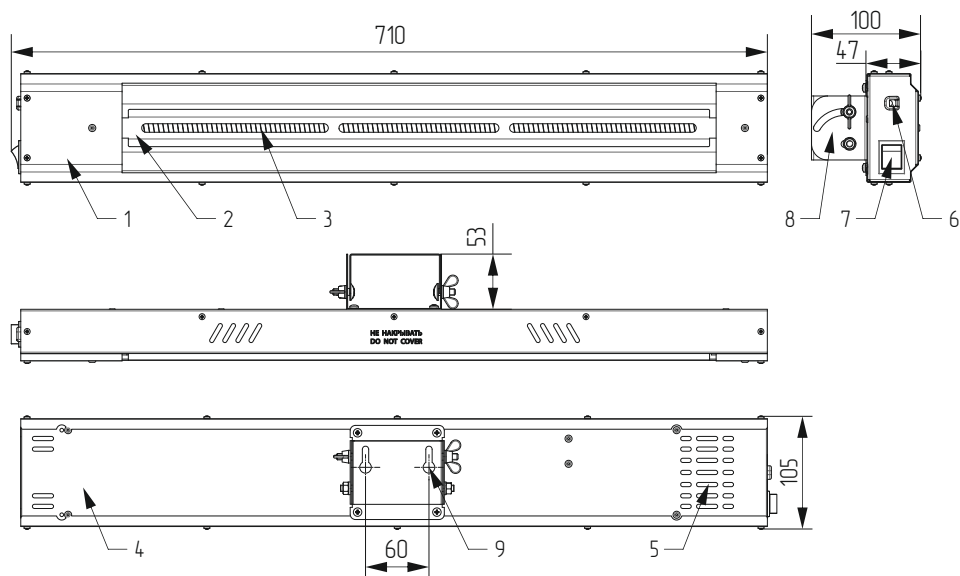

Рисунок 1. Габаритный чертёж и элементы конструкции электрического обогревателя «Кедр» СБИ-1000.
5.1. Обогреватель (см. рис. 1, 2) представляет собой металлический корпус, состоящий из передней панели (1), защитной решётки (2) и задней панели (4). Внутри корпуса на шасси расположен нагревательный элемент (3) – трубка из кварцевого стекла, внутри которой расположена нагревательная проволока. За нагревательным элементом имеется отражающий экран. На боковой поверхности корпуса расположены рокерный переключатель (клавишный выключатель) с подсветкой (7) и выход шнура питания (6). На задней панели корпуса расположен кронштейн (8) для крепления обогревателя на стену. Схема сборки кронштейна приведена на рис. 3. Кронштейн позволяет регулировать угол наклона обогревателя.
- 6.6. На стене с помощью уровня и рулетки (линейки) следует разметить отверстия для монтажа обогревателя. Размеры для разметки приведены на рис. 1, 2.